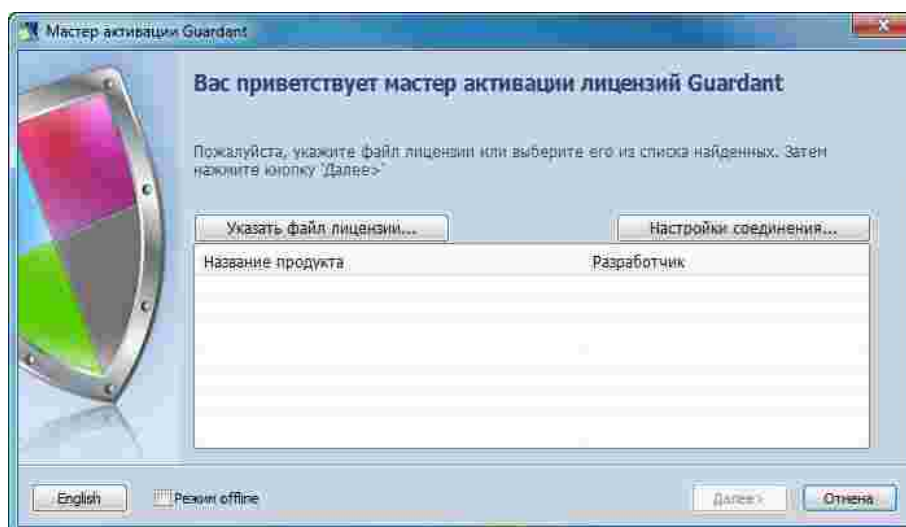

Рис. 20 Мастер активации программного ключа
1. Нажмите кнопку «Указать файл лицензии...» в главном окне мастера, см. Рис. 20.